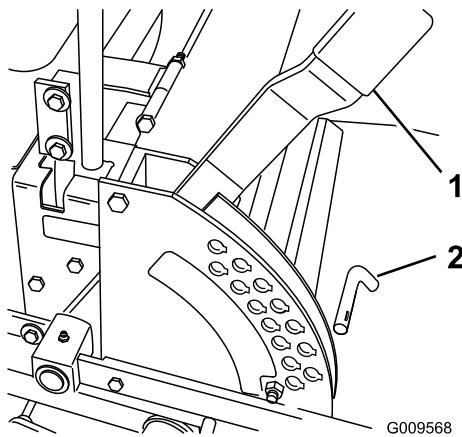

Figure 20
1. Relevez le levier de sélection de hauteur de coupe en position de transport (qui correspond aussi à la hauteur de coupe de 127 mm [5"]) (Figure 20).
- Pour changer la hauteur de coupe, retirez l'axe du support de hauteur de coupe (Figure 20).
- Placez la goupille dans le trou du support correspondant à la hauteur de coupe voulue (Figure 20).